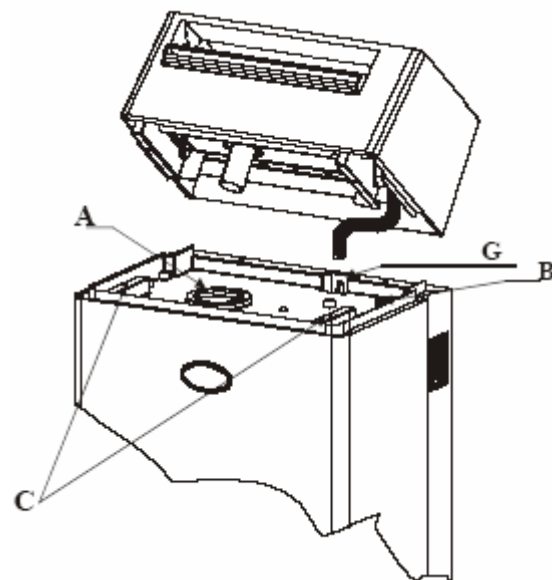

Рис. 5.3
Порядок действий (см. рис. 5.3)
10. Прodelайте отверстие диаметром 40 мм в закрытом уплотнительном кольце A, расположенном в верхней части увлажнителя (см. рис. 5.3);
13. Подсоедините свободный конец трубки для отвода конденсата к патрубку G, расположенному в верхней части увлажнителя (см. рис. 5.3) или к системе канализации;